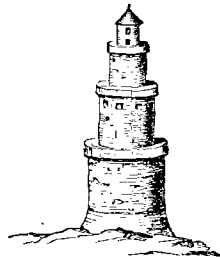

Fig. 104.
3. Si l'on s'en rapporte aux médailles, les phares des anciens, tels du moins qu'on les construisait dans les derniers temps, consistaient en des tours en maçonnerie, de forme ronde, carrée ou polygonale, et ordinairement composées de plusieurs étages (*fig. 104*). On entretenait sur la plate-forme la plus élevée, des torches allumées ou des feux de bois.